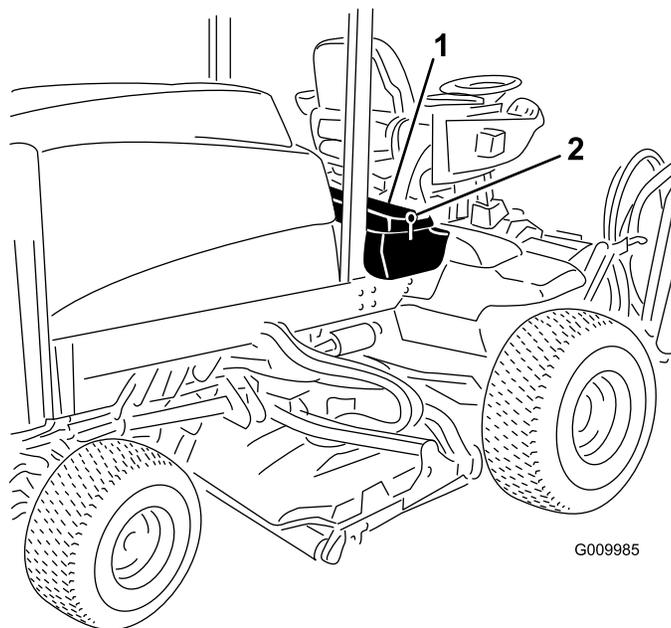

Рисунок 92
1. Откройте защелки и поднимите панель консоли оператора (Рисунок 92).